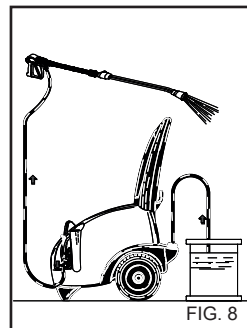

FIG. 8
Après l'emploi d'un détergent, le circuit d'aspiration doit être rincé avec de l'eau propre (fig. 8).
1) Après l'emploi avec du détergent, rincer le circuit d'aspiration; enfilez le tuyau d'aspiration (fig. 8) du détergent dans un bidon d'eau propre et faire fonctionner la pompe pendant 1 minute avec le robinet de dosage complètement ouvert et la lance en phase de sortie du détergent.
4) Après l'emploi avec du détergent, rincer le circuit d'aspiration; enfiler le tuyau d'aspiration (fig. 8) du détergent dans un bidon d'eau propre et faire fonctionner la pompe pendant 1 minute avec la lance en phase de sortie du détergent.